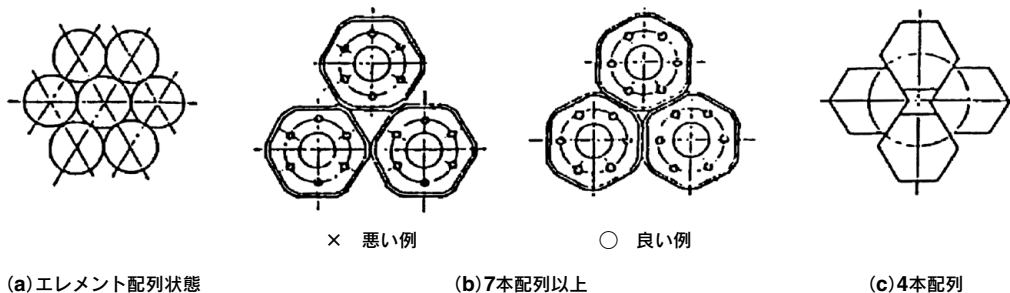

図3
④Element取付金具は(図3)の(b)(c)で示すような方法で取込んでください。
注 図3(b)(c)に示すのは図4のElement取付金具(スプリング、フレ止め、Elementホルダ)の配列状態を示す。